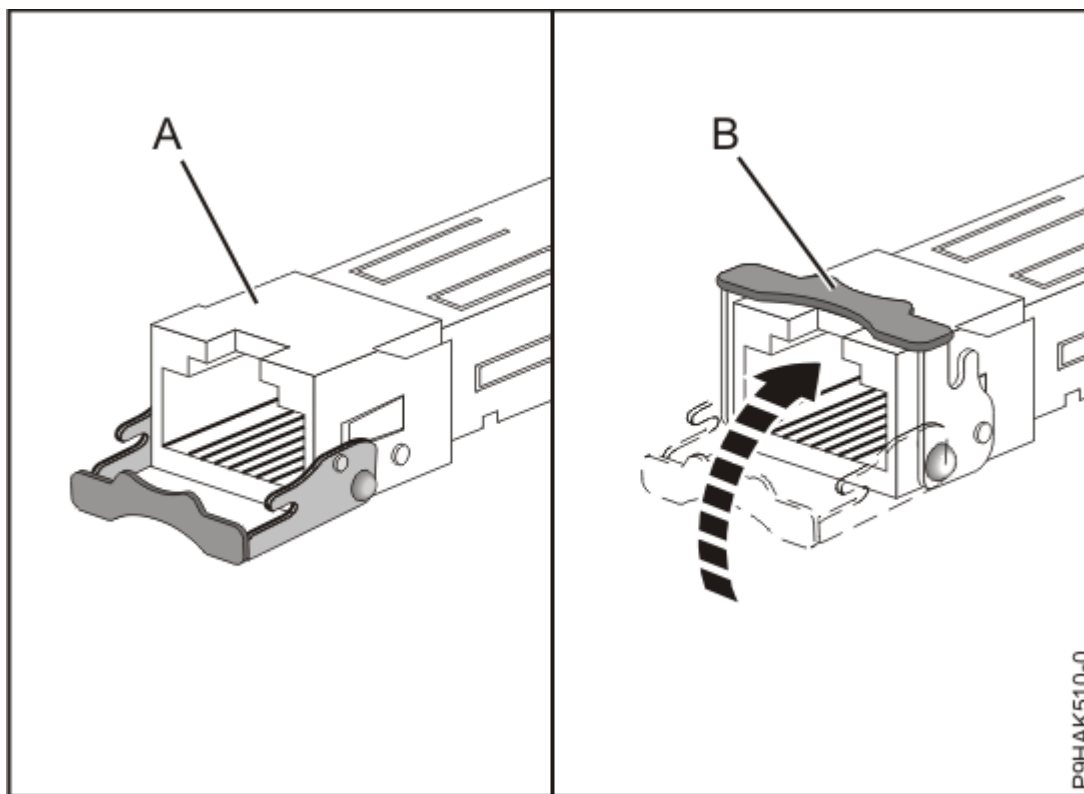

Figure 69. Remplacement d'émetteurs-récepteurs SFP dans la carte
- c) Alors que le loquet **(B)** est en position ouverte, poussez dessus en le faisant pivoter vers le haut et en le rapprochant de la carte, comme illustré dans la Figure 69, à la page 92.